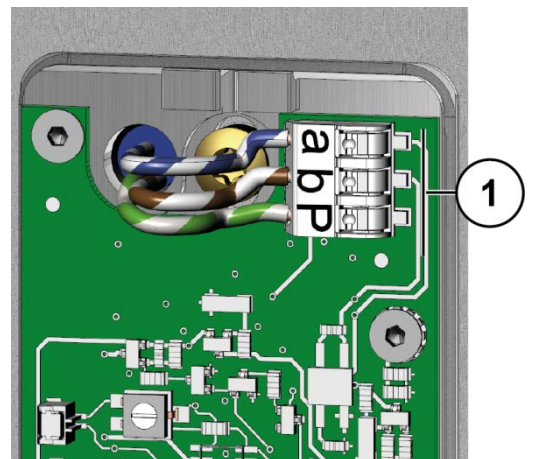

Abb. 5: Leitungen anschließen
- ▶ Schließen Sie die Leitungen (a, b, und P) gemäß Beschriftung (1) an (Abb. 5).